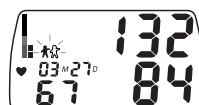

Рис. 14
5. В конце измерения, в зависимости от классификации результата по шкале ВОЗ, прозвучат короткие звуковые сигналы: 1 сигнал – нормальное давление, 2 сигнала – повышенное в пределах нормы, 3 сигнала – гипертензия. После чего прибор выпустит весь воздух из манжеты и на дисплее отобразится измеренное артериальное давление, частота пульса и время измерения (рис. 14). На дисплее мигает символ « ⚙ », напоминая, что для сохранения результатов нужно выбрать память 1 или 2, нажав M1 или M2 соответственно. Если в течении 3-х минут не выбрать память, результат не запоминается, а прибор автоматически переходит в режим индикации даты и времени.